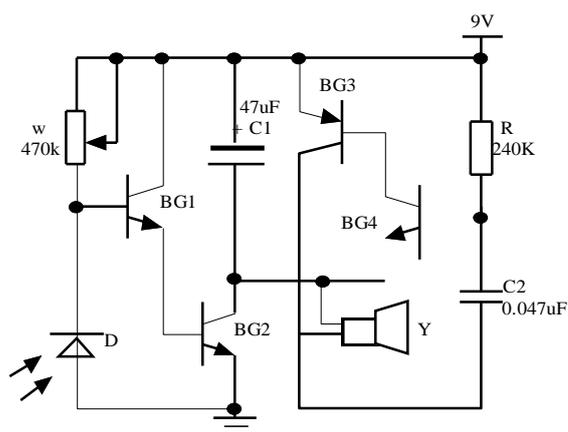

图 12-1 熄火报警器电路
**二、工作原理** 熄火报警器电路如图 12-1 所示，三极管 BG1 及 BG2 等组成光控开关。当炉火燃烧时，光敏器件受到强烈的近红外辐射，内阻很小，BG1, BG2 管均截止，由 BG3, BG4 管组成的熄火报警器不工作。当炉火熄灭时，近红外光线基本消失，光敏管内阻增大，致使 BG1, BG2 管导通，接通了报警电路的电源，扬声器立即发出报警声。调整电位器 W 可获得合适的报警器灵敏度